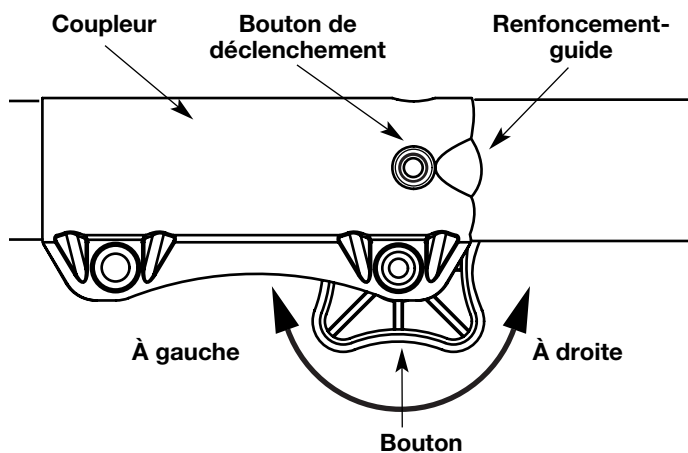

Fig. 1
1. Dévissez le bouton vers la gauche (Fig. 1).
2. Appuyez sur le bouton de déclenchement et maintenez-le enfoncé (Fig. 1).
2. Dévissez le bouton vers la gauche (Fig. 1).
**REMARQUE** : alignez le bouton de déclenchement avec le renforcement-guide pour faciliter l'installation (Fig. 1).